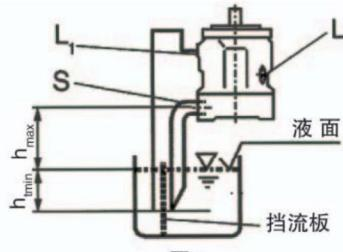

图 2
b) 如果油箱的最低液面低于泵的安装法兰面，则封闭泄油口“L”，泄油口“ L_1 ”及进油口“S”按图 2 配管，并参见 1.2.1 节。
在安装前泵置于水平位置并灌满油液。如安装于油箱的上方，参见图 2。